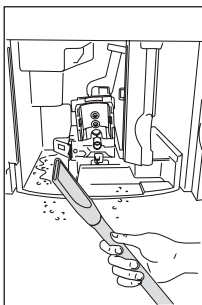

Fig. 38
- Elimine los restos con un aspirador (Fig. 38).